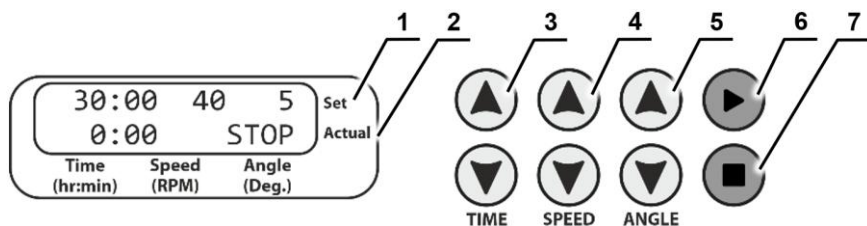

Рисунок 2. MR-12, панель управления
6.3. Дисплей прибора показывает установленные ранее время, скорость и угол наклона в верхней строчке **Set**, а также прошедшее время и индикацию режима в нижней строчке **Actual** (рис. 2/1 и 2/2).
6.4. **Установка времени.** С помощью кнопок ▲ и ▼ **TIME** (рис. 2/3) установите необходимый интервал времени в часах и минутах (шаг 1 мин.).
6.5. **Установка скорости.** С помощью кнопок ▲ и ▼ **SPEED** (рис. 2/4) установите необходимую скорость перемешивания (шаг 1 мин⁻¹, RPM или раз в минуту).
6.6. **Установка угла наклона.** С помощью кнопок ▲ и ▼ **ANGLE** (рис. 2/5) установите необходимый угол наклона (шаг 1°).
6.7. Нажмите кнопку ► (рис. 2/6). Начнётся движение платформы и отсчёт установленного интервала времени. Во время работы можно менять параметры, скорость и/или угол наклона, но не время.
6.8. Если интервал времени установлен на 0:00, то нажатие кнопки ► переводит прибор в непрерывный режим работы с отсчетом времени в нижней строке **Actual** до тех пор, пока не будет нажата кнопка ■ (рис. 2/7).